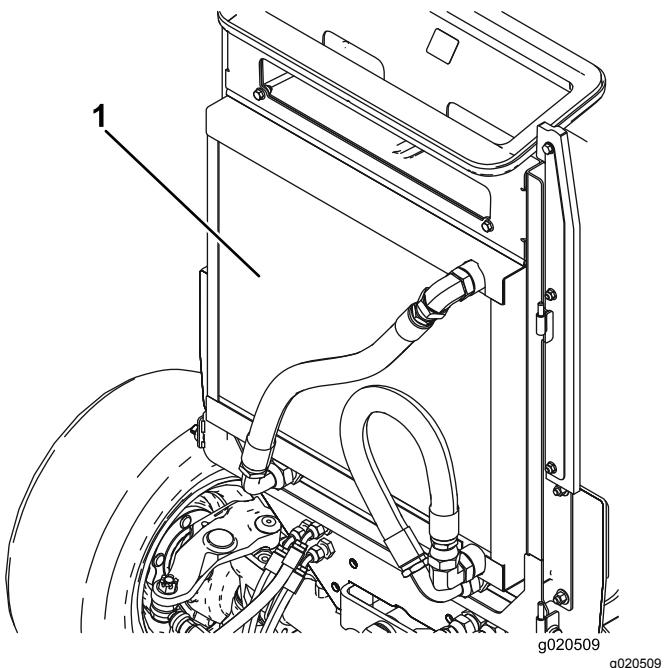

Figura 76
3. Limpie a fondo ambos lados del enfriador de aceite y del radiador (Figura 76) con aire comprimido. Empezando en la parte delantera, sopla los residuos hacia la parte trasera. Luego, limpie desde atrás, soplando los residuos hacia adelante. Repita este procedimiento varias veces hasta eliminar todos los residuos.